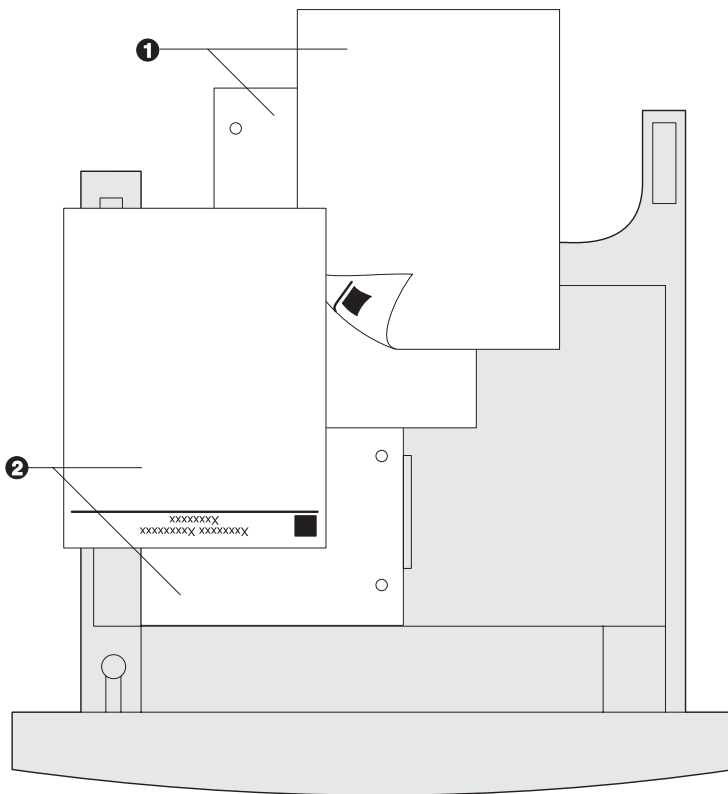

Figure 2.2 Orientation des magasins papier 1/2/3 (alimentation bord court)
- 5 Placez le papier dans le magasin entre les guides (voir Figure 2.1 à la page 2-12 et Figure 2.2 à la page 2-13 pour l'orientation).